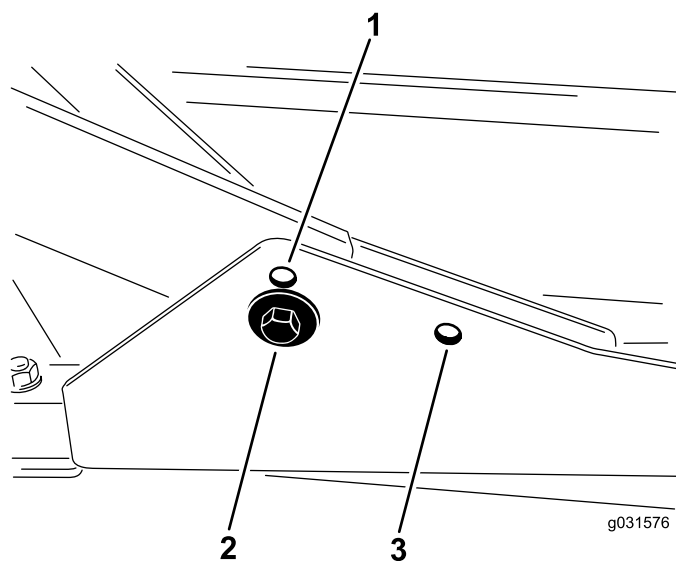

図 16
1. 刈高を 20-76 mm にセットする場合には、前キャリアフレームを下側の穴に取り付けます 図 16。
2. 刈高を 63-100 mm にセットする場合には、前キャリアフレームを上側の穴に取り付けます 図 16。
後カッティングデッキは、刈り高に関係なく後側の取り付け穴を使って取り付けます 図 16。